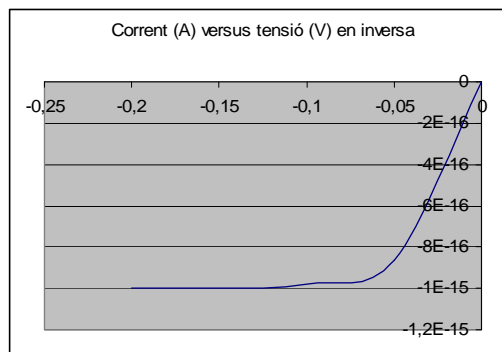

Figura 6.1.- Representació en inversa de  $I_D = 10^{-15} \cdot [\exp(V_D/0.025) - 1]$
Observeu en l'expressió (1) que si  $V_D$  és positiva i molt més gran que  $\eta V_t$  el valor de l'exponencial és molt superior a la unitat i, per tant la unitat es pot negligir, i el corrent del díode varia exponencialment amb la tensió. Pel contrari, si  $V_D$  és negatiu i de valor absolut molt més gran que  $\eta V_t$ , (unes dècimes de volt) el valor de l'exponencial és molt inferior a la unitat i aleshores el corrent del díode es pot aproximar per  $-I_s$ . Quan  $V_D$  és negatiu es diu que el díode està polaritzat en inversa. Per això el paràmetre  $I_s$  s'anomena corrent invers de saturació, ja que  $-I_s$  és l'asíptota a la que tendeix  $I_D$  en polarització inversa. La figura 6.1 representa l'equació del díode en inversa per una  $I_s$  de  $10^{-15}$  A, i uns valors de  $\eta$  i de  $V_t$  de 1 i de 0,025 V respectivament. Noteu, però, que un valor de  $10^{-15}$  A és indistingible de zero quan es treballa amb corrents de l'ordre dels miliampers, típics dels circuits electrònics de senyal.